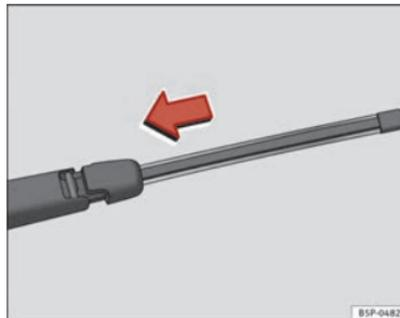

Fig. 133 Pose du balai d'essuie-glace arrière ▶
- Placez le balai comme indiqué sur la figure ⇒ fig. 133 puis faites glisser l'adaptateur jusqu'à ce qu'il s'emboîte.